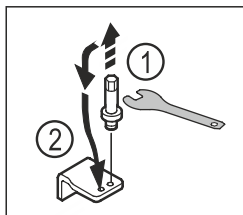

Fig. 14
- Dévisser l'axe du support de palier inférieur avec une clé mâle coudée pour vis à six pans creux de 5. Fig. 14 (1)
- Placer l'axe du côté opposé. Fig. 14 (2)